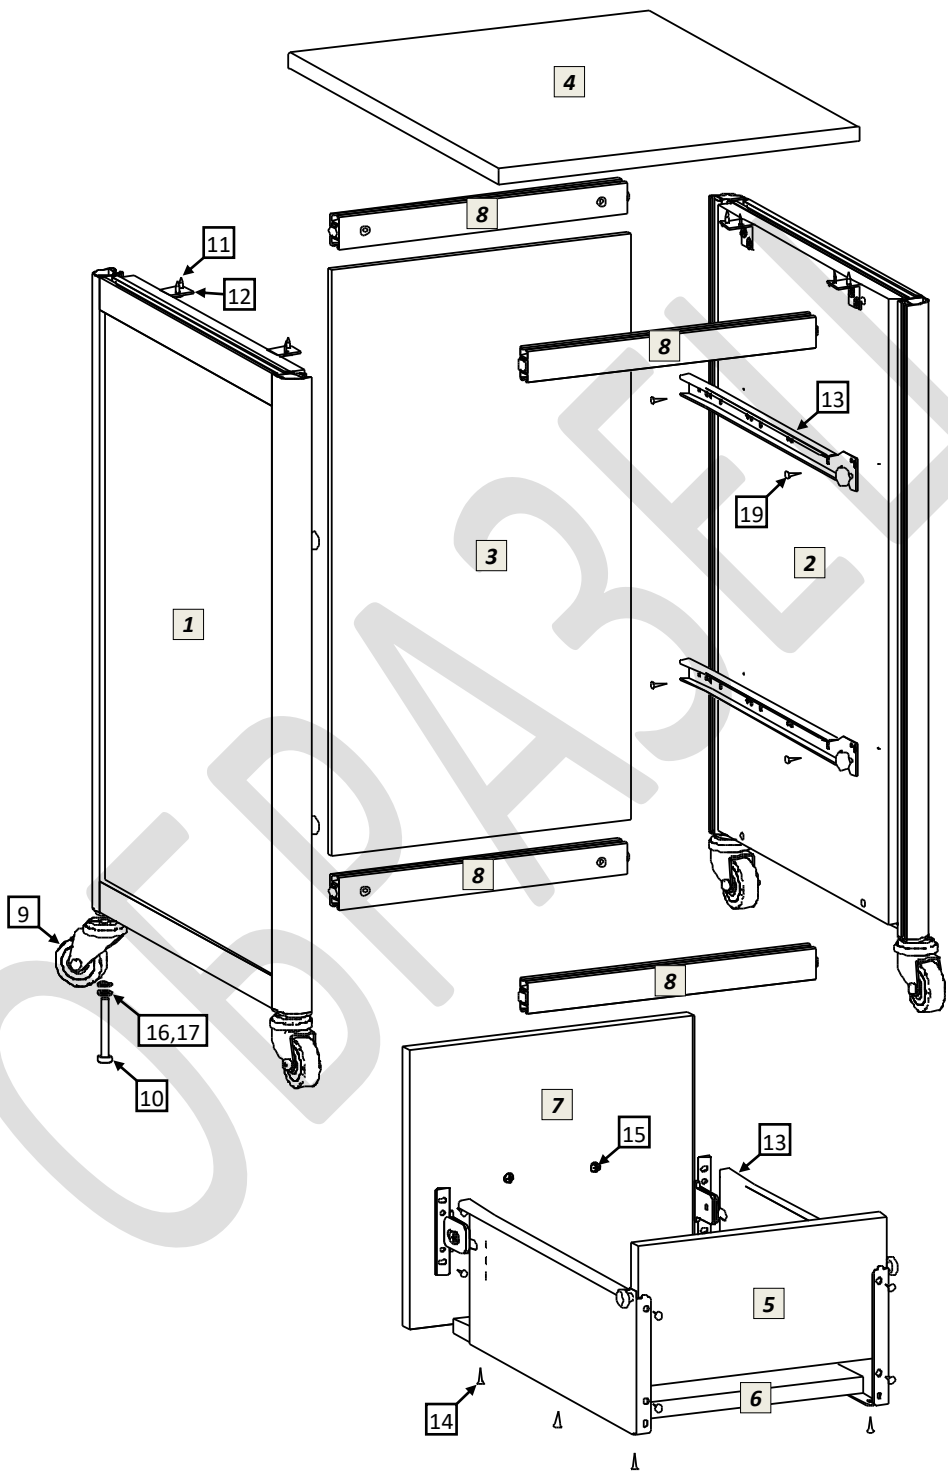

рис.1
- 5.1 Распаковав тумбу, внимательно ознакомьтесь со схемой сборки, изображённой на рис.1. Согласно позициям на схеме и комплектовочной ведомости определите расположение деталей в изделии и порядок их сборки. Сборка производится на ровном полу, укрытом материалом, предотвращающим повреждение покрытия пола и деталей мебели. Подготовьте необходимые для сборки инструменты – плоскую и крестовую отвёртки, молоток, рулетку или линейку, гаечный ключ 13мм для установки колёсных опор, шуруповёрт.
- 5.4 Сборка выдвижных ящиков. Схема сборки ящиков показана на рис.1. Шурупами 4x16 соедините заднюю стенку, днище ящика и его фасад с металлическими боковинами направляющего механизма. На фасад ящика установите ручку.